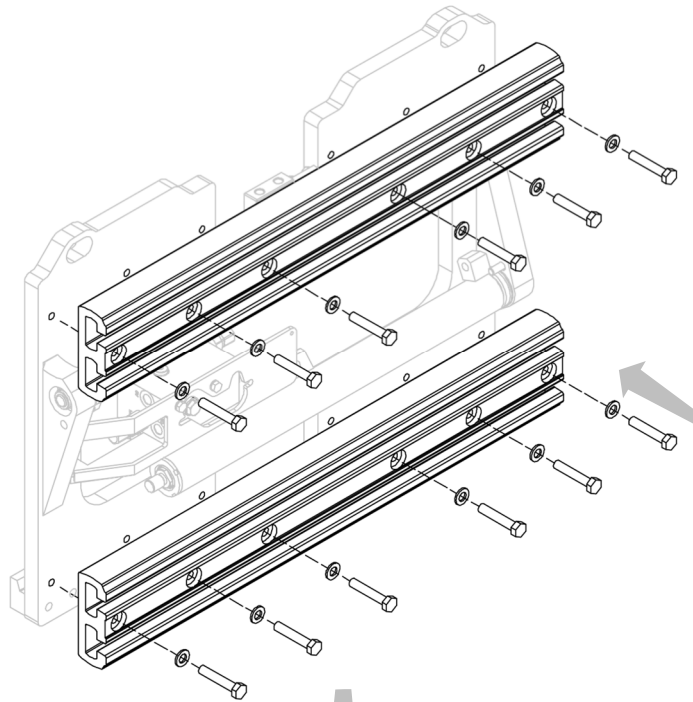

Figure 9
2. Installer, un par un, les profils en aluminium à l'aide des vis prévues à cet effet (voir *Figure 9* et *Figure 10*).